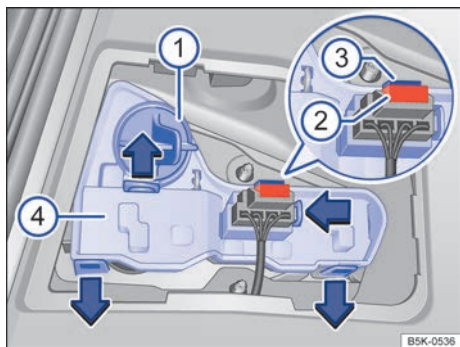

Fig. 184 En el portón del maletero: extraer el portalámparas.
3. Gire el portalámparas → fig. 184 ① en el sentido contrario al de las agujas del reloj, hasta el tope, y extráigalo junto con la lámpara hacia atrás.
4. Sustituya la lámpara averiada por otra nueva del mismo tipo. Coloque el portalámparas ① y gírelo en el sentido de las agujas del reloj hasta el tope.